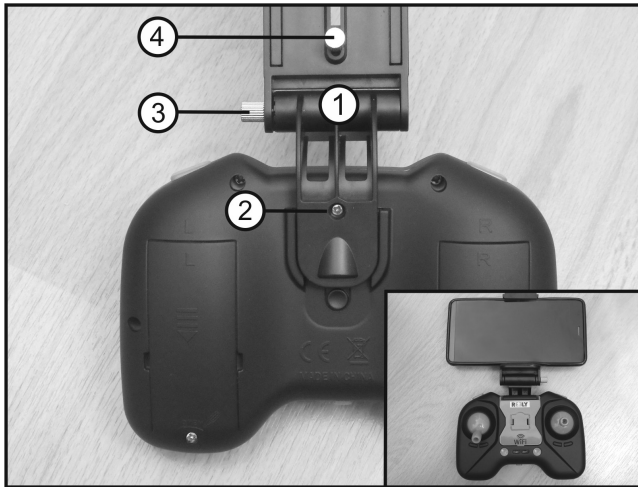

Bild 10
Setzen Sie Ihr Smartphone wie in Bild 10 gezeigt in die Halterung ein. Die Halterung ist geeignet für Smartphones mit einer Breite von max. 90 mm. Achten Sie bei der Montage Ihres Smartphones darauf, dass weder das Gehäuse beschädigt noch Schalter gedrückt/beschädigt werden. Achten Sie auch auf einen festen Sitz des Smartphones während dem Transport bzw. Betrieb des Senders. Mit der Rändelschraube (3) können Sie die Neigung des Halters und mit der Rändelschraube (4) die Höhe der Halterung einstellen bzw. fixieren. Das obere Gegenlager der Halterung ist zudem höhenverstellbar.